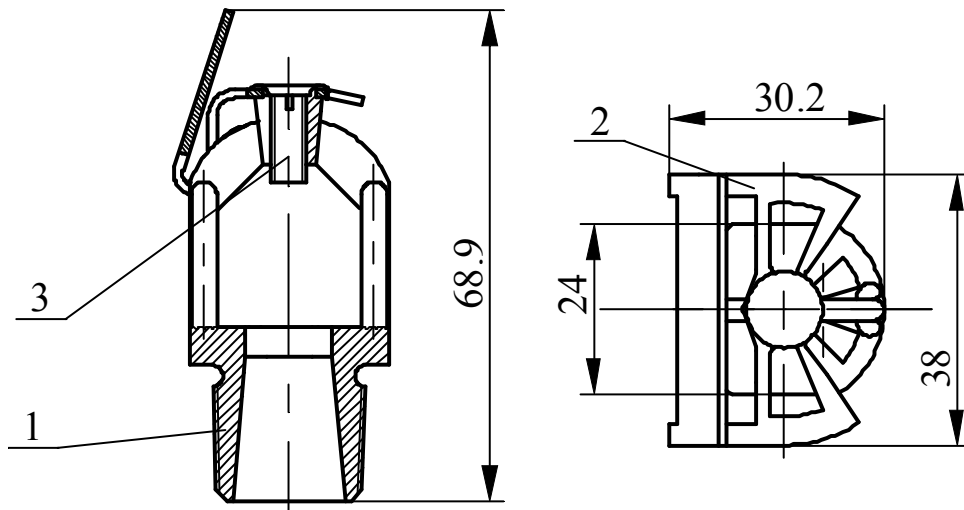

Рис. 1
3.1 Ороситель, представленный на рис. 1, состоит из: корпуса 1; розетки 2; винта 3.